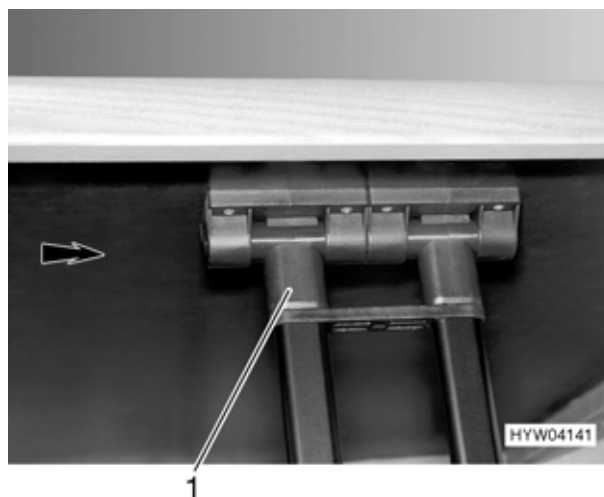

Fig. 63 Piede del tavolo soggiorno (variante 1)
- Spingere il supporto (Fig. 63,1) nella direzione indicata dalla freccia e ripiegare il piede del tavolo.